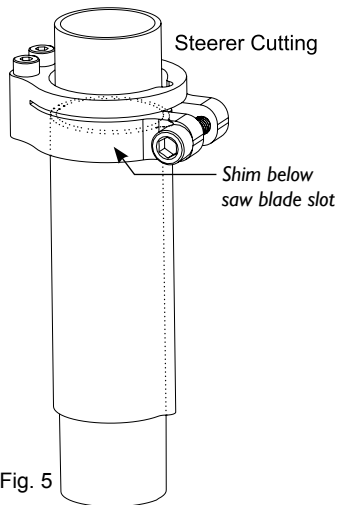

Fig. 5
4. Prema l'utensile per il taglio sopra lo spessore e il tubo di sterzo con la scanalatura della lama seghettata sulla marcatura. Utilizzi una lama da taglio appropriata (Fig. 5).
4. 將ATS切割器套在ATS套筒和前叉豎管上,將切割器切口位置和標線對齊。用合適的工具切割前叉豎管(Fig. 5)。